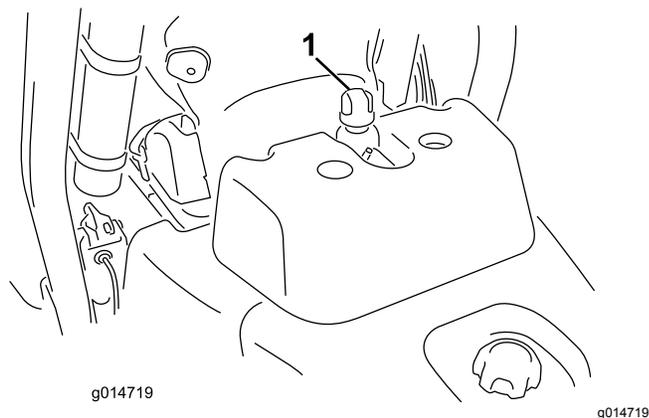

Рисунок 27
2. Снимите крышку с бака (Рисунок 27).